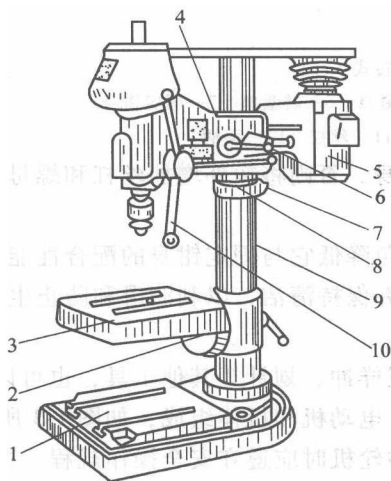

图 1-4 台式钻床
(1) 台式钻床 台式钻床简称台钻, 是一种小型钻床, 一般安装在工作台上或铸铁方箱上, 其结构如图 1-4 所示。